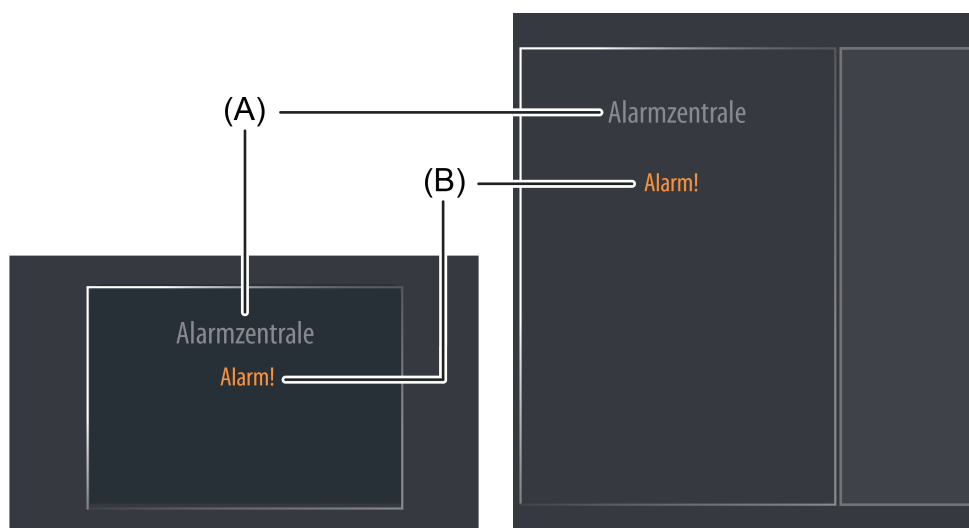

Bild 47: Beispiel für ein Anzeigeelement der KNX Funktion "ASCII Textanzeige"
Der Anzeigebereich enthält verschiedene Darstellungselemente (Bild 47), die durch Parameter beeinflusst werden. Jeder KNX Funktion kann in der Konfigurationssoftware eine Bezeichnung vergeben werden (A). Diese Text-Bezeichnung wird im Anzeigeelement zentriert zur Anzeige gebracht, wodurch steuerbare KNX Funktionen für den Anwender kenntlich gemacht werden (z. B. "Alarmzentrale"). Die Anzeige des ASCII-Textes (B) erfolgt darunter. Der Parameter "Länge des ASCII-Textes" definiert die Anzahl der darzustellenden Textzeichen (max. 14). Wenn der Text mehr als die in der Anzahl definierten Textzeichen enthält, wird der Text in der Anzeige abgeschnitten.